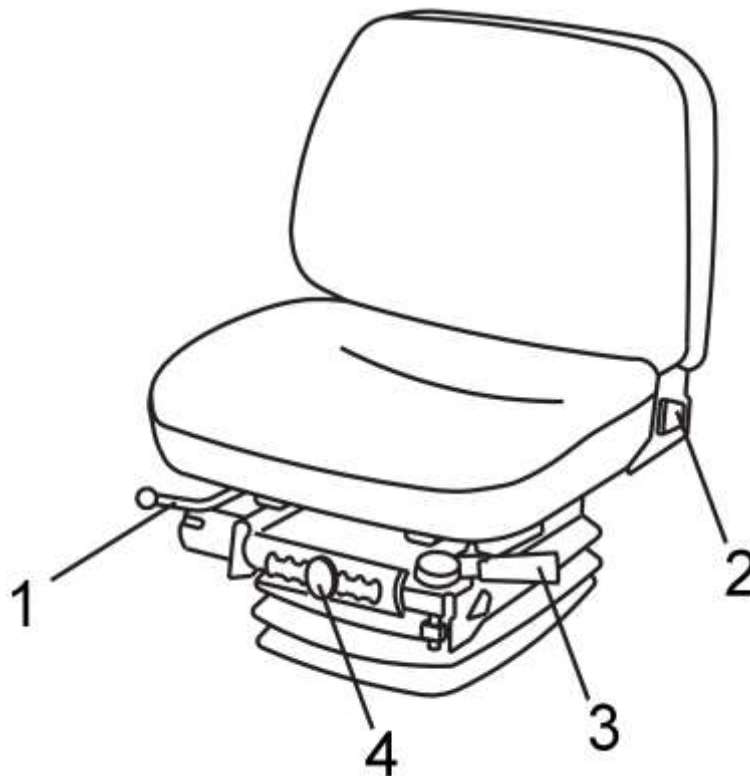

Рисунок 2.16.2 – Регулировки сиденья «Kab seating XH2/U2»
- регулировка по массе оператора. Осуществляется рукояткой 3 (рисунок 2.16.2) в пределах от 50 до 130 кг. Для регулирования сиденья на большую массу необходимо переместить ручку рукоятки 3 в осевом направлении вперед до упора и развернуть вокруг своей оси на 180°, (на рукоятке появится знак «+»), а затем возвратно поступательным движением затянуть торсион (затяжка торсиона выполняется вращением рукоятки 3 в горизонтальной плоскости). Для регулирования сиденья на меньшую массу необходимо переместить ручку рукоятки 3 в осевом направлении вперед до упора и развернуть вокруг своей оси на 180° (на рукоятке появится знак «-»), а затем возвратно поступательным движением отпустить торсион (отпускание торсиона выполняется вращением рукоятки 3 в горизонтальной плоскости);